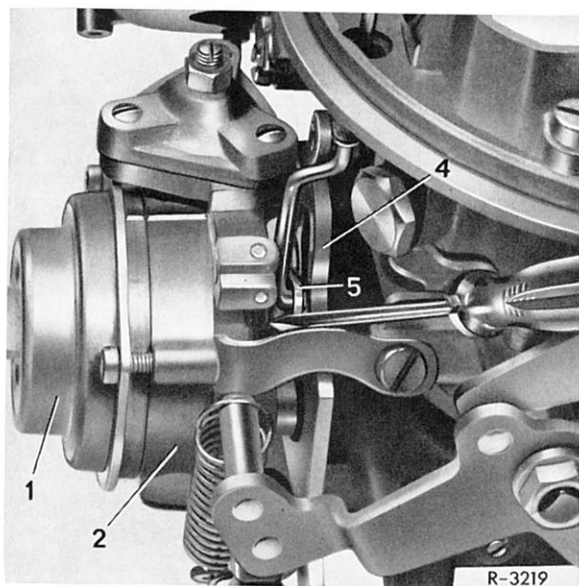

Bild 00-14/7
Motor laufen lassen. Gasgestänge etwas anheben. Dann mit einem Schraubenzieher zwischen Startergehäuse (2) und Drosselhebel (4) fahren und Übertragungshebel (5) (Bild 00-14/7) nach oben bis zum fühlbaren Anschlag an der Membranstange (5) (Bild 00-14/9) drücken. Gasgestänge loslassen.